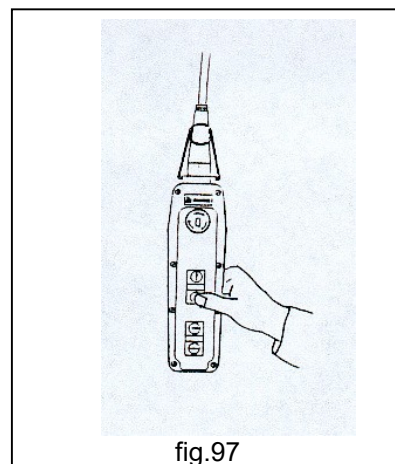

fig.97
- **NUNCA** utilice la grúa con dos movimientos simultáneos, espere la parada completa del movimiento antes de comenzar otro (fig.97).